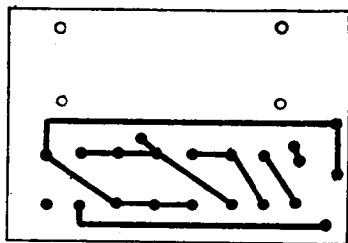

图 2
(1) 用一张 100×45 毫米的牛皮纸，在扁磁棒上绕上几圈，边绕边涂上一层胶水。待线圈管干透后，用 $\phi 0.07 \times 7$ 股丝漆包线在它上面密绕 64 圈为 L_1 ，再用同号线紧贴线圈 L_1 的中部位置密绕 8 圈为 L_2 。线圈绕好后用蜡封住，防止松散和受潮。把丝漆包线的每股线头用细砂皮轻轻砂干净，上好锡。
(2) 找一块 40×50 (毫米)² 的胶木板，按图 2 所示的电路板